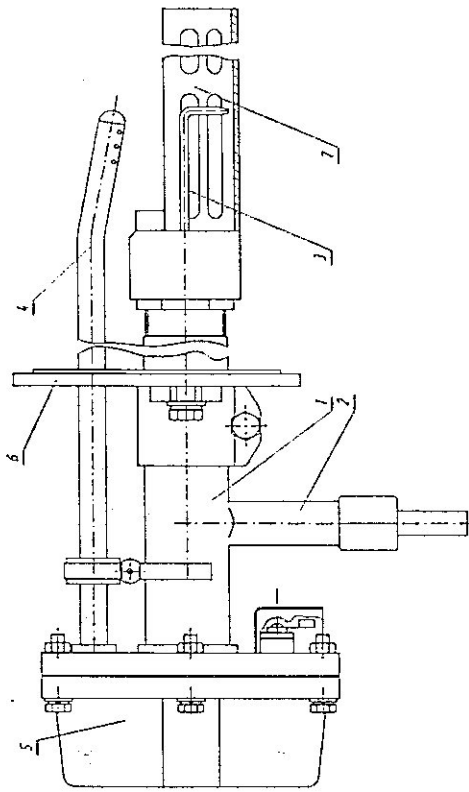

Рис.1. Конструкция электрозапальника типа ЭЗ.
4.1. Конструкция электрозапальника ЭЗ приведена на рис.1. ЭЗ состоит из ствола запальной горелки 1 со штуцером 2 для подвода газа, центрального (высоковольтного) электрода 3, стабилизатора пламени 7, контрольного электрода (ионизационный датчик) 4, коробки 5 с тремя клеммами и фланца 6.